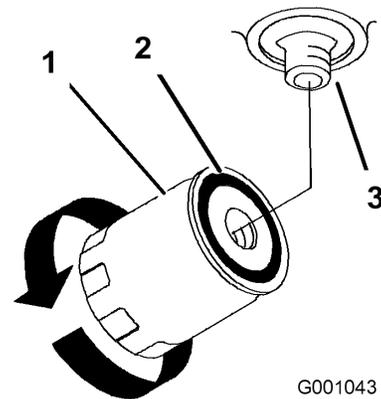

Figura 69
7. Aplique una capa fina a la junta de goma del filtro nuevo (Figura 69).
9. Llene el depósito de aceite hidráulico con aceite hidráulico hasta que éste rebose por encima del filtro, gire el filtro en el sentido de las agujas del reloj hasta que la junta de goma entre en contacto con el adaptador del filtro, luego apriete el filtro media vuelta más (Figura 69).